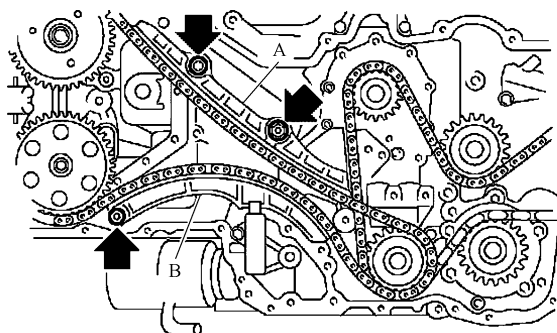

图 27-4 拆卸正时链条导轨（右，A）
- 5) 拆卸正时链条导轨（右）（图 27-4）。
- 6) 拆卸正时链条张紧器臂（右）（图 27-4）。